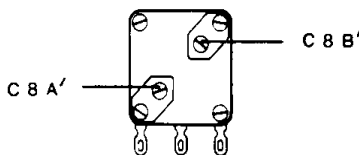

Abb. 40
4. Drehe beide Trimmer des Zweifach-Drehkondensators ganz hinein (Abb. 40).
5. Schraube den Trimmer C 8 A' (links unten) drei Umdehungen heraus (Abb. 40).